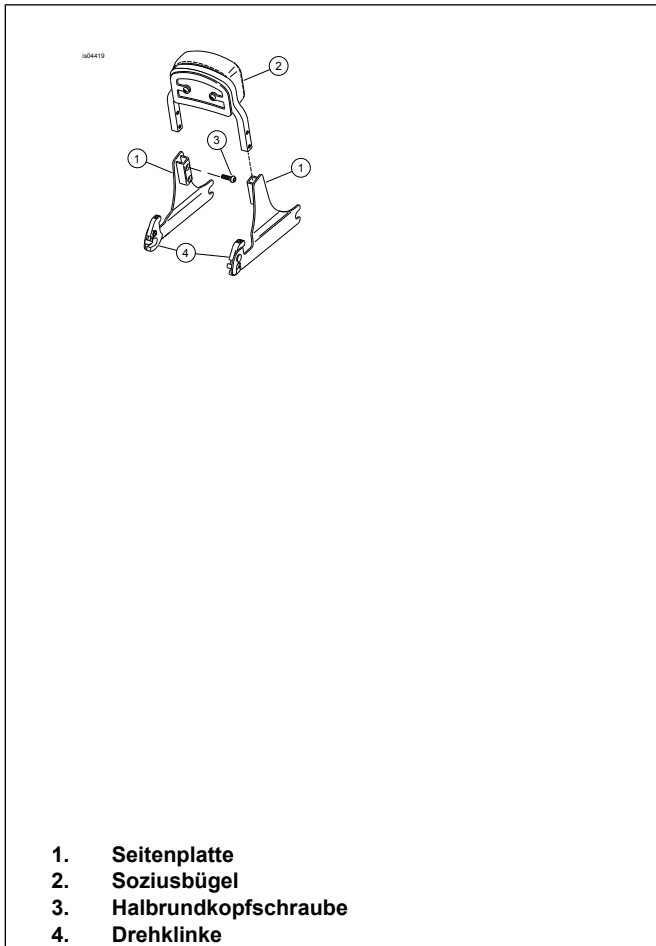

Abbildung 1. Abnehmbare Soziusbügel-Baugruppe
1. Siehe Abbildung 1. Den neuen bzw. vorhandenen Soziusbügel (2) mit den vier Halbrundkopfschrauben (3) aus diesem Satz an den abnehmbaren Seitenplatten (1) anbringen. Loctite 243 (blau) vor der Montage auf die Schraubengewinde auftragen. Die Schrauben auf ein Drehmoment von 11–14 N·m (96–120 in-lbs) anziehen.